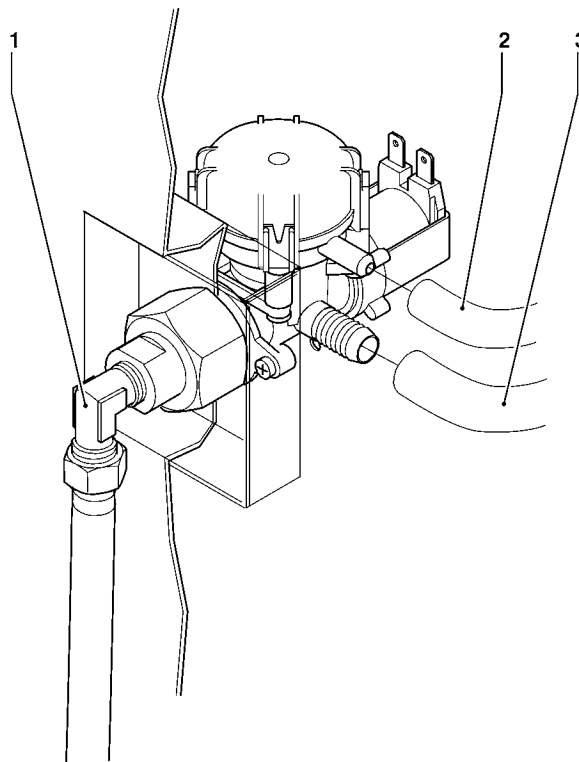

Fig. 18
Far fuoriuscire acqua dalla rete idrica finché la stessa non si presenti limpida ed esente da tracce di sporco. Collegare mediante un tubo adatto a sopportare la pressione di rete e di tipo idoneo per alimenti (diametro interno minimo di 6 mm.) la rete idrica al raccordo $\frac{3}{4}$ " gas della elettrovalvola di entrata acqua (vedi fig. 18).
L'elettrovalvola di entrata acqua (vedi fig. 18) è dotata di un dispositivo antiallagamento che blocca meccanicamente l'entrata dell'acqua in seguito ad una disfunzione dell'elettrovalvola stessa o del meccanismo di controllo del livello dell'acqua in caldaia.
- allentare il raccordo che fissa il tubo di alimentazione dell'elettrovalvola per scaricare la pressione di rete residua e stringerlo nuovamente (vedi fig. 18);